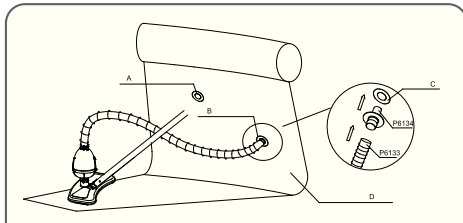
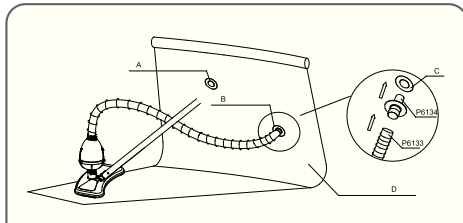

Fig. 24 / Abb. 24 / Kuva. 24 / EIK. 24 / Pnc. 24 / Rys. 24 / 24. Ábra
Fig. 25 / Abb. 25 / Kuva. 25 / EIK. 25 / Pnc. 25 / Rys. 25 / 25. Ábra
- For pool equipped with stopper plugs: remove the plug from inside of the pool's outlet valve and insert the hose adapter (P6134). Connect the vacuum hose (P6133) to the hose adapter (P6134). (See Fig. 24 and See Fig. 25)
- Para as piscinas equipadas com bujões: remova o bujão do dentro da válvula de saída da piscina e insira o adaptador da mangueira (P6134). Ligue a mangueira (P6133) ao adaptador da mangueira (P6134). (Veja Fig. 24 e Fig. 25)
- Para piscinas equipadas con tapones de tope: quite el tapón desde dentro de la válvula de salida de la piscina e introduzca el adaptador de la mangueira (P6134). Conecte la mangueira (P6133) al adaptador de la mangueira (P6134). (Vea Fig. 24 y Fig. 25)
- Für Pools mit Stöpsel-Ausstattung: Entfernen Sie den Stöpsel aus dem Pool-Ablassventil und stecken Sie den Schlauchadapter (P6134) ein. Schließen Sie den Schlauch (P6133) an den Schlauchadapter (P6134) an. (Siehe Abb. 24 und siehe Abb. 25)
- Voor zwembaden uitgerust met stoppen: haal de stop uit de uitlaatklep van het zwembad en monteer de slangadapter (P6134). Sluit de slang (P6133) aan op de slangadapter (P6134). (Zie Fig. 24 en Zie Fig. 25)
- Per piscine con tappi: estrarre il tappo dalla valvola di uscita della piscina e inserire l'adattatore per tubo flessibile (P6134). Collegare il tubo flessibile (P6133) all'adattatore (P6134) (Vedere Fig. 24 e 25).
- Pour les piscines équipées de bouchons d'arrêt: enlevez le bouchon de l'intérieur de la valve d'évacuation de la piscine et insérez l'adaptateur de tuyau (P6134). Fixez le tuyau (P6133) à l'adaptateur (P6134). (Voir Fig. 24 et Fig. 25)
- Для бассейна с пробкой: выньте пробку из выпускного клапана бассейна и вставьте переходник шланга (P6134). Присоедините шланг (P6133) к переходнику шланга (P6134). (См. Рис. 24 и 25)
- W przypadku basenu wyposażonego w korki zatykające: usuń zatykaczkę z zaworu sprywnego i włóż złączące węzła (P6134). Podłącz węzła (P6133) do złączące węzła (P6134). (Zob. Rys. 24 i Rys. 25)
- För pooler som är utrustade med stoppluggar: ta bort stoppluggen från insidan av poolens utmatningsventil och sätt i slangadaptern (P6134). Koppla slang (P6133) till slangadaptern (P6134). (Se Fig. 24 och Fig. 25)